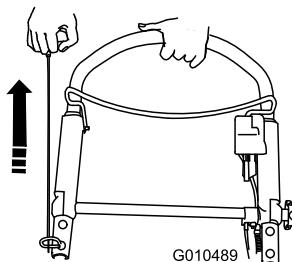

Figura 22
4. Tire del arrancador de retroceso (Figura 22).